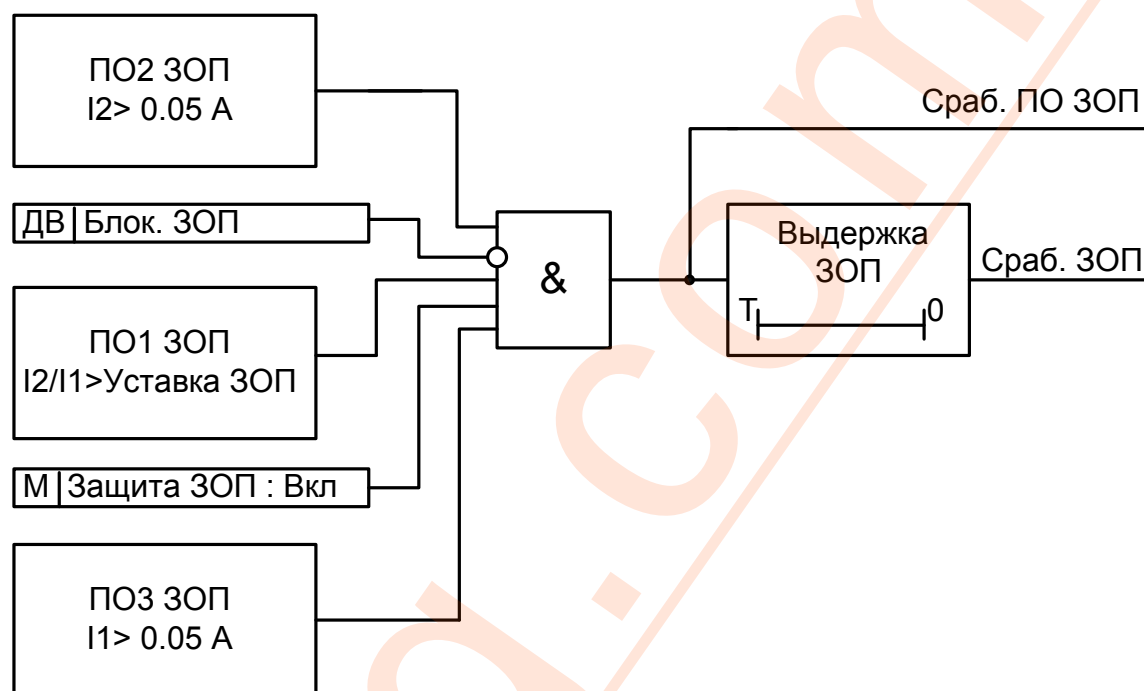

Рис. 15 Функциональная схема блока ЗОП
2.5.5 Функциональная схема блока защиты по току обратной последовательности (ЗОП) приведена на рис.15.